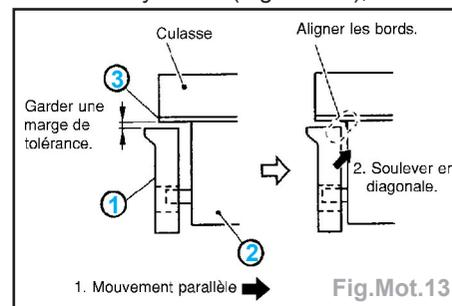

Fig.Mot.13
- en utilisant un tournevis, appliquer du joint liquide sur la surface de contact entre la partie inférieure du joint de culasse (2) et le bloc-cylindres,
- la partie de diamètre interne du rotor intérieur de la pompe à huile reposant sur le dessus du vilebrequin (avec un espace entre la partie supérieure du couvercle avant et la partie inférieure du joint de culasse (3)), amener le couvercle avant (1) le plus près possible du bloc-cylindres (Fig.Mot.13),